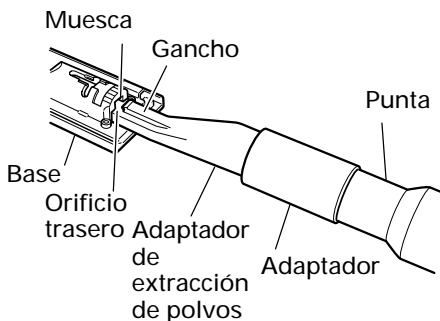

Fig. 19
- (6) Inserte el adaptador de extracción de polvos en el orificio trasero de la base hasta que el gancho encaje en la muesca. (Fig. 19)
- (7) Presione el gancho para desmontar el adaptador de extracción de polvos.